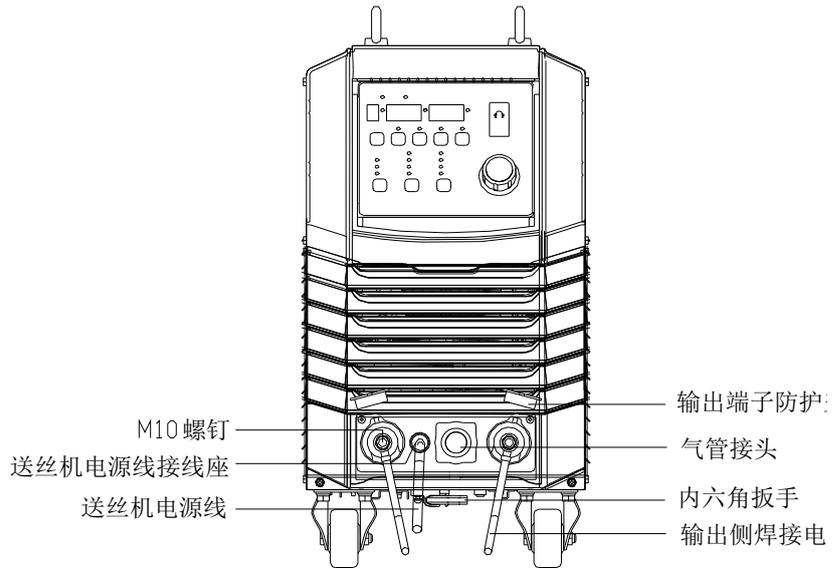

图2-2 正、负输出端子与送丝机侧焊接电缆、工件侧焊接电缆的连接示意图
1. 打开输出端子防护盖（见图 2-2）。
2. 从焊接机底部取出内六角扳手，位置如图 2-2 所示。